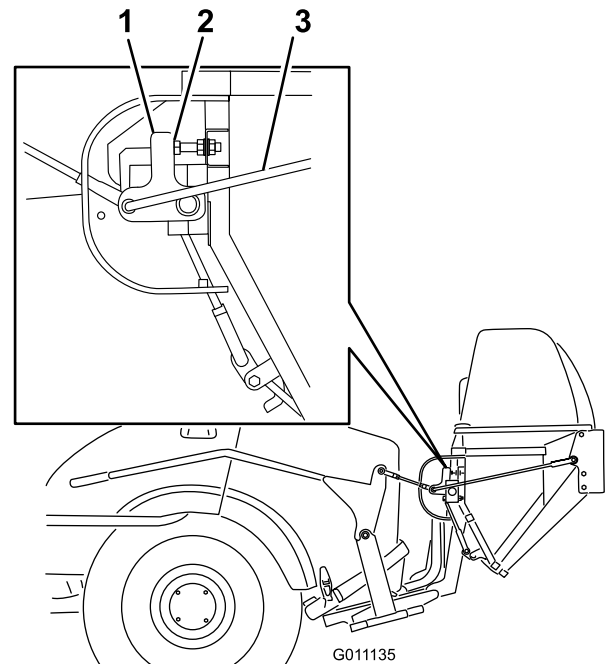

Bild 40
3. Die Anschlagsschrauben müssen bei geschlossener Klappe so eingestellt werden, dass der Kontaktarm ausgestreckt ist und nach unten zeigt (**Bild 40**).
4. Lösen Sie die Schrauben und stellen Sie die Anschlagsschrauben ein, wenn eine Einstellung erforderlich ist (**Bild 40**).
5. Nach dem Einstellen der Anschlagsschrauben kann die Länge der Scharnierlenker eingestellt werden, damit sich die Klappe ganz schließt und eine angemessene Kraft auf dem Griff besteht. Verlängern Sie die Lenker, um die Kraft zu verringern. Verkürzen Sie die Lenker, um die Kraft zu erhöhen (**Bild 40**).